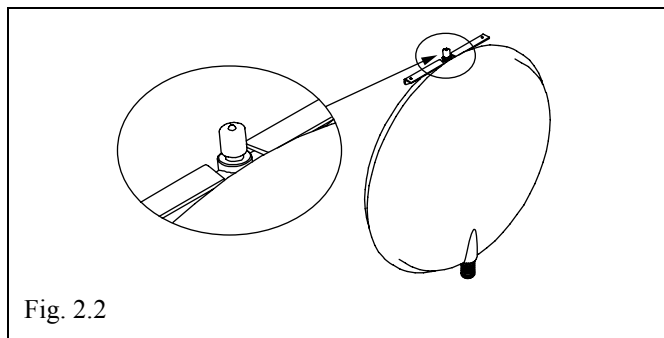

Fig. 2.2
- La precarica del vaso di espansione sia di un 1 bar. Rimuovere il tappo di protezione dalla valvola per il controllo e la carica situata sulla parte superiore del vaso (FIG. 2.2); con un manometro verificare la pressione di precarica e procedere all'eventuale caricamento attraverso un compressore.